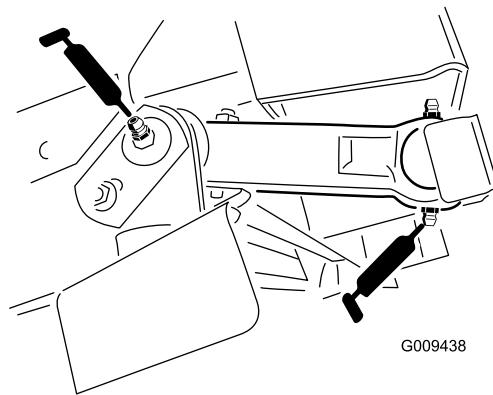

**Figure 41**
**Remarque:** Il peut être nécessaire de déclencher manuellement le verrou (Figure 41) pour accéder au graisseur. Utilisez un levier pour fermer et rouvrir le verrou.